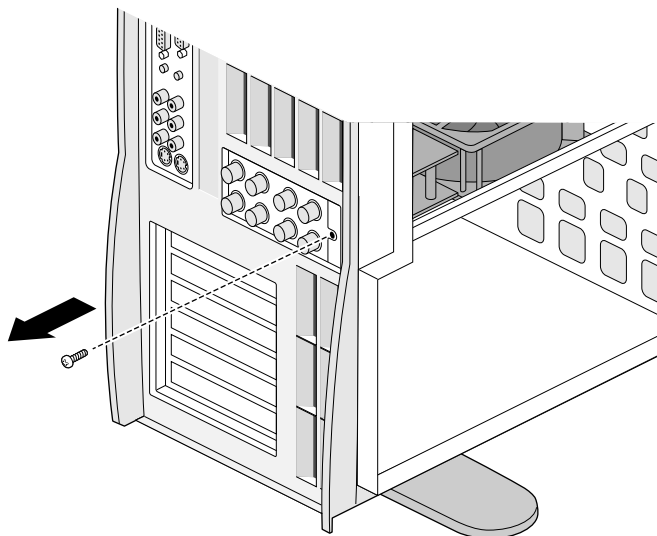

図 5-21 Silicon Graphics SD1100 カードのネジの取り外し
5. システムの背面にある Silicon Graphics SD1100 I/O パネルの位置を確認します (図 5-21)。